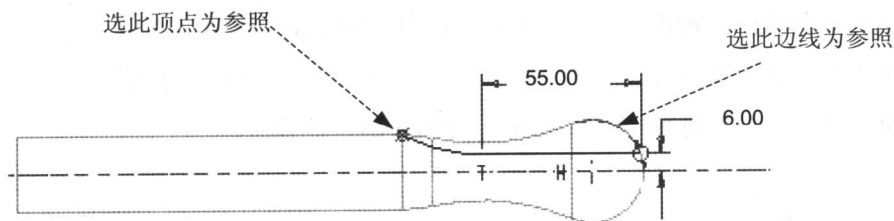

图 1.1.6
(1) 直接单击拉伸命令图标，在出现的操控板中确认实体类型图标被选中，并单击去除材料图标.
(2) 定义草绘截面放置属性：单击操控板中的草绘图标，进入草绘截面放置属性定义窗口，草绘平面为 FRONT 面；参考平面为 RIGHT 基准面，草绘平面的参考方位是 Right。
(3) 单击草绘截面放置属性定义窗口中的 **Sketch**（草绘）按钮。
(4) 进入截面草绘环境后，选取图中的顶点及边线为参照，绘制如图 1.1.6 所示的特征截面。